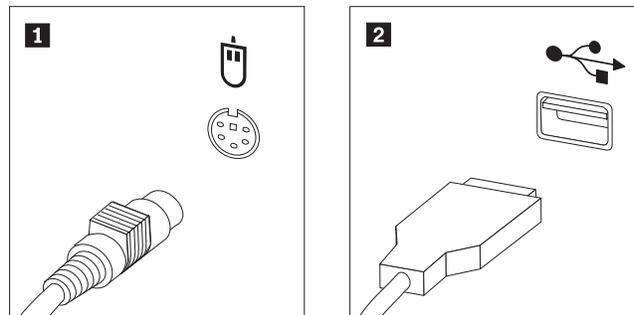

Рисунок 36. Разъемы мыши (стандартный или USB)
3. Найдите разъем мыши. Смотрите раздел рис. 36.